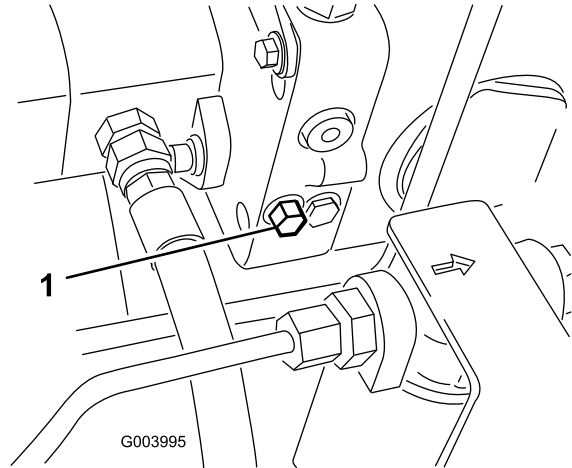

Bild 24
1. Dieses Sicherheitsventil befindet sich links am Hydrostat (Bild 24). Drehen Sie die Schraube um eine 1-1/2 Umdrehungen, um das Ventil zu öffnen und Öl intern abzulenken. Weil das Öl abgelenkt wird, lässt sich die Maschine ohne Schäden am Getriebe langsam bewegen.